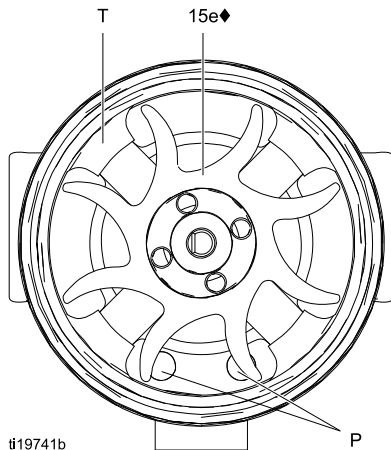
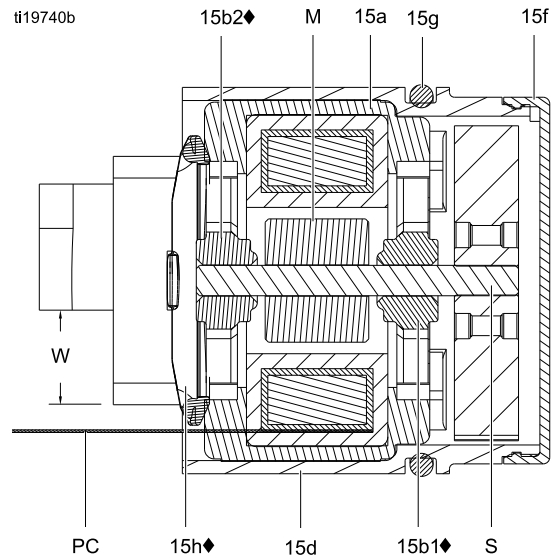

Figure 34 ファンの向き
Figure 35 オルタネータの断面図
12. ファンの端が上向き状態で、コイルアセンブリ (15a) を作業台で保持します。ファン (15e◆) をシャフト (S) の長い側に押し付けます。ファンの羽は、示されている方向に向いている必要があります。
13. コイルアセンブリ (15a) をハウジング (15d◆) の前部に注意して押し込みます。3線コネクタ (PC) は図 35 で示されているように、ハウジングタブのより幅広のノッチ (W) の下に配置する必要があります。コイルアライメントピン (P) は図 34 で示されているように配置されていることを確認してください。
14. ファン (15e) を回して、その羽がハウジングの後部にある4つのベアリングタブ (T) に当たらないようにします。下のベアリング (15b1◆) のブレードがタブの位置に合っていることを確認してください。